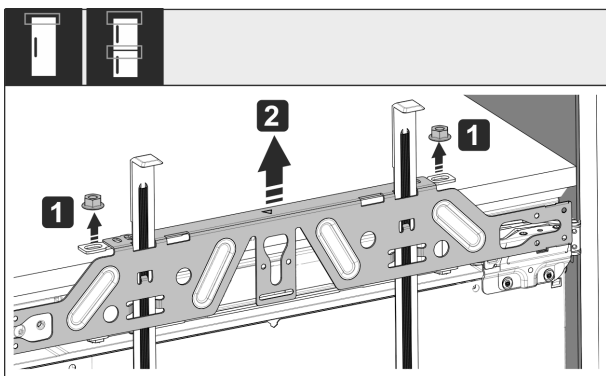

Fig. 55
- ▶ Svitare i controdadi Fig. 55 (1).
- ▶ Togliere la traversa di fissaggio Fig. 55 (2).